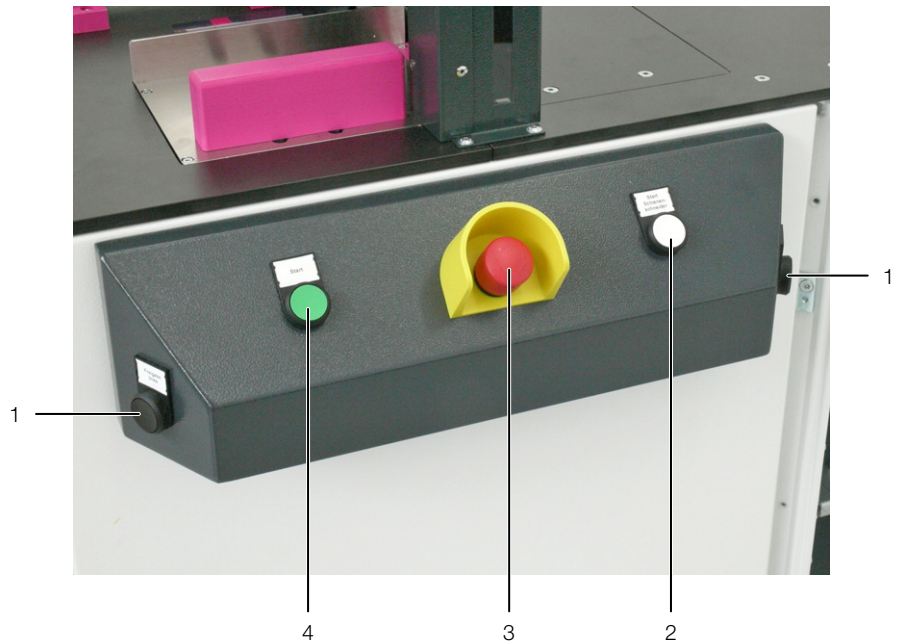

Fig. 3: Betjeningselementer på betjeningskonsollen
- 5 Betjeningskonsol (fig. 3)
Der er installeret en rød NØDSTOP-knap på betjeningskonsollen, som ved betjening afbryder spændingsforsyningen til alle udgange (fig. 3, pos. 3). Betjeningspanelet og den grafiske brugerflade forbliver slået til.
Ledningskanaler og kabelkanaldæksler skæres ved samtidig betjening og vedvarende trykken på de to Start-knapper „Tohånds kanal“ (fig. 3, pos. 1).